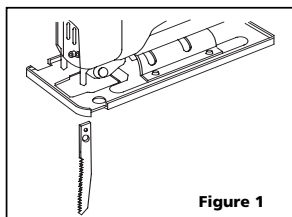

Figure 1
2. Insérer une lame dans la fente avec les dents face vers l'avant (figure 1). Le dessus de la lame doit être insérée assez loin pour toucher la pince de lame.